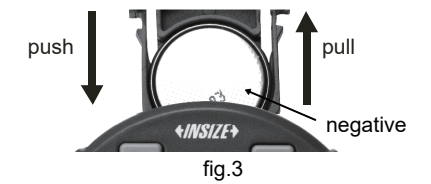

fig.3
- Installez et retirez la pile (CR2032), le pôle négatif de la pile doit être tourné vers l'extérieur (fig. 3).